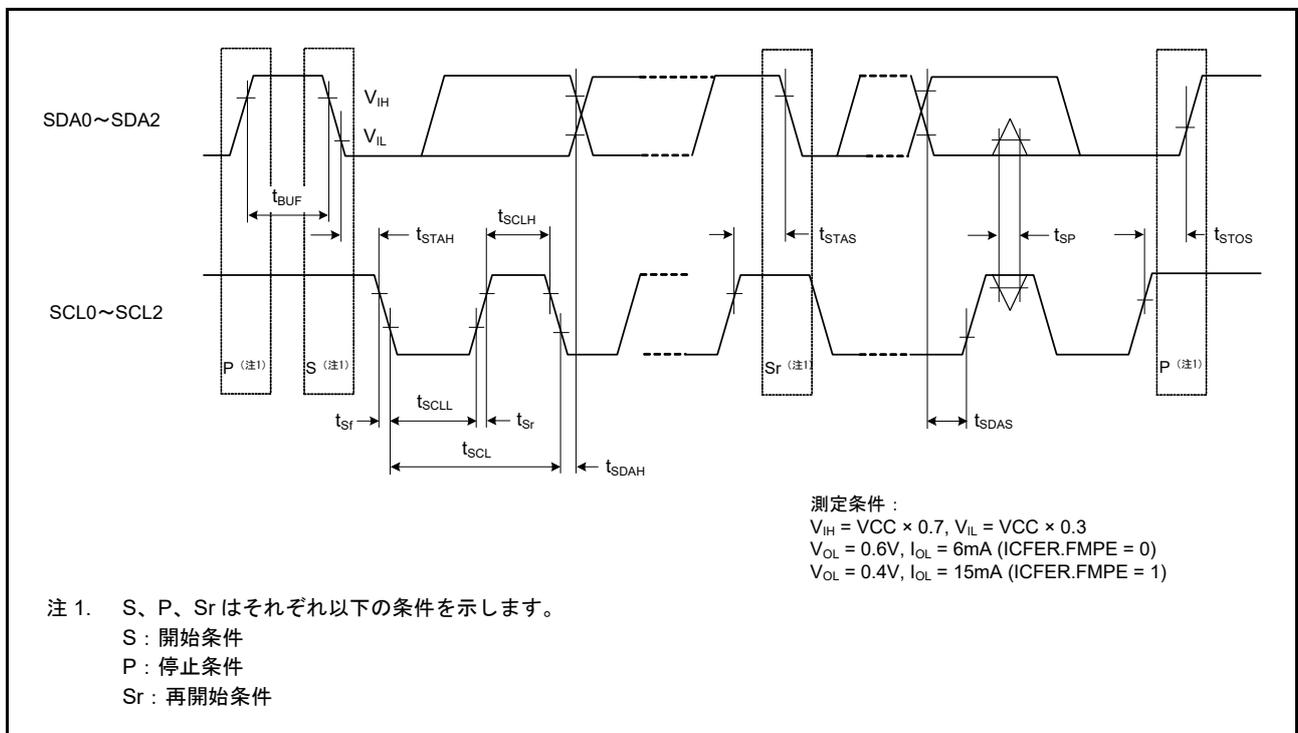

図 2.57 I2C バスインタフェース入出カタイミング
| IIC (標準モード、 SMBus) ICFER.FMPE = 0 | SCL入力サイクル時間 | t_{SCL} | $6(12) \times t_{IICcyc} + 1300$ | - | ns | 図 2.57 |
| IIC (ファストモード) | SCL入力サイクル時間 | t_{SCL} | $6(12) \times t_{IICcyc} + 600$ | - | ns | 図 2.57 |
| IIC (ファストモード+) ICFER.FMPE = 1 | SCL 入力サイクル時間 | t_{SCL} | $6 (12) \times t_{IICcyc} + 240$ | - | ns | 図 2.57 |